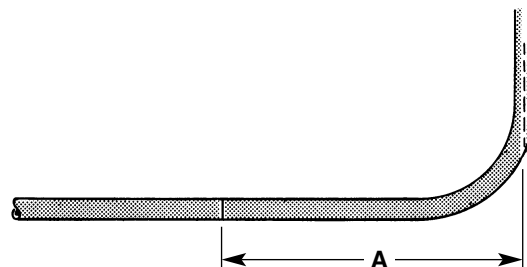

Рис. 5
- Если требуется более одногогиба, измерьте расстояние от центральной линии предыдущегогиба и отметьте трубу в соответствии с размером чертежа (см. Рис. 5). Расположите трубу в гибочном устройстве, как описано в Шаге 6.